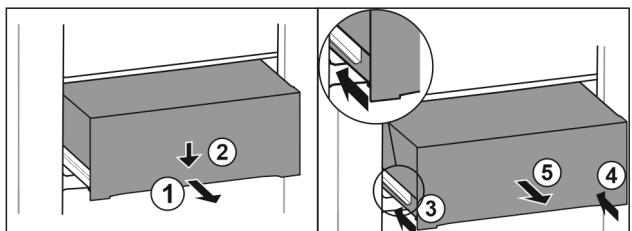

Fig. 86
- Izvucite ladicu na pola. Fig. 86 (1)
- Pritisnite ladicu naprijed prema dolje. Fig. 86 (2)
- Gurnite lijevu vodilicu za oko 2 cm. Fig. 86 (3)
- Gurnite desnu vodilicu za oko 2 cm. Fig. 86 (4)
- Izvadite ladicu prema naprijed. Fig. 86 (5)